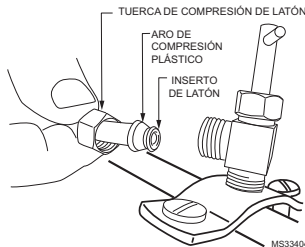

Fig. 9. Instalación de la tubería de alimentación.
3. Utilice tubería de 1/4 in (6 mm) de diámetro externo y conecte la válvula de asiento al lado de la toma de la válvula del solenoide del humidificador (consulte la Fig. 9).